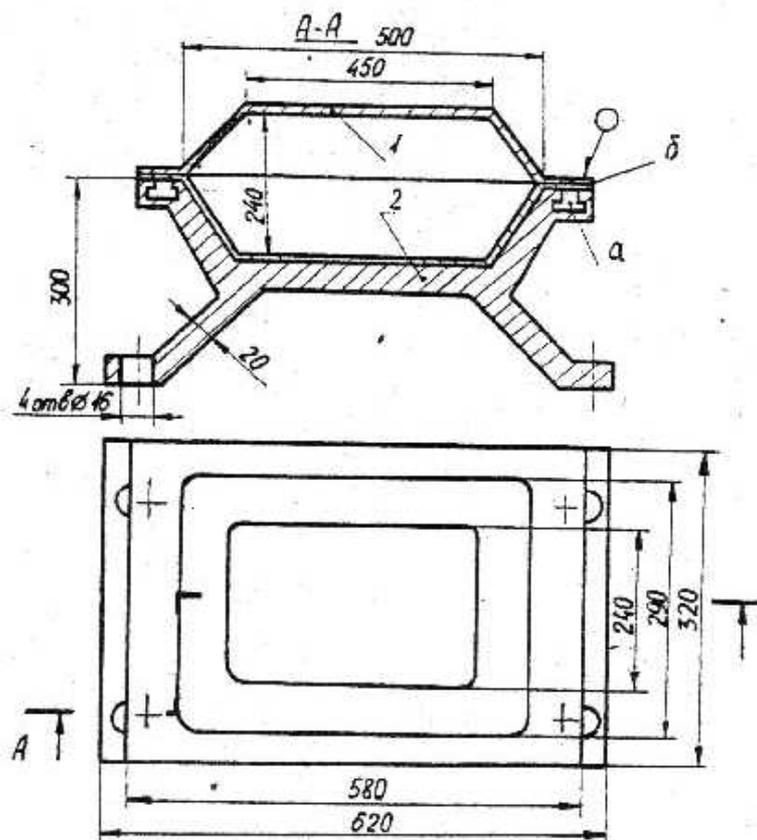

Рис. 9. Учебный узел 9
*Рис. 9.* Получить литьем заготовку детали 2 (материал СЧ35, производство единичное), припуски нанести на поверхности, прилегающие к емкости 1. Детали емкости 1 (материал сталь 08КП, толщина стенки емкости 1,5 м, производство массовое) получить листовой штамповкой. Обработать резанием паз "а", поверхность "б", четыре отверстия диаметром 16 мм детали 2. Произвести сварку двух половинок емкости 1 непрерывным герметичным швом (производство массовое).